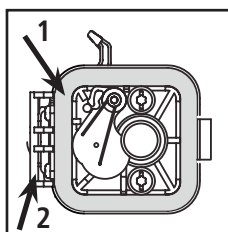

Fig. 26
2. Retire o filtro de ar (1), (Fig. 26).
6. Substitua o filtro (Fig. 26). Se a equipamento for operada sem o filtro de ar, a garantia será ANULADA.
7. Para reinstalar a tampa do filtro de ar, posicione os ganchos do lado esquerdo da tampa do filtro de ar nas ranhuras do lado esquerdo da placa de apoio (2), (Fig. 26).